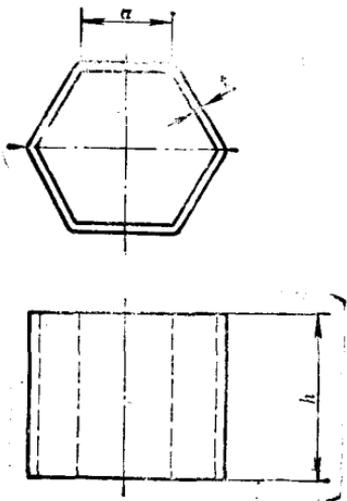

图 6
2. 计算内六角筒展开尺寸的长 S 及宽 H (见图6)。已